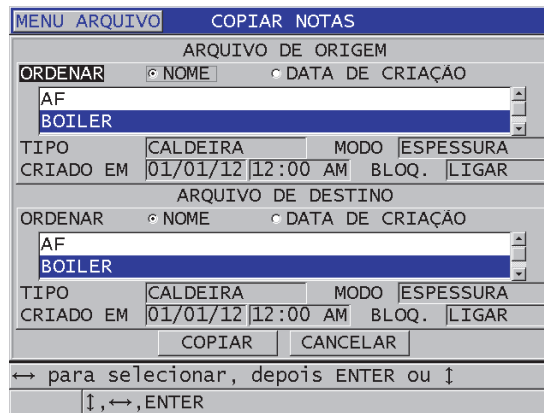

Figura 11-25 Copiar uma tabela de notas de um arquivo para outro
3. Na tela **COPIAR NOTA** (veja Figura 11-25 na página 214):